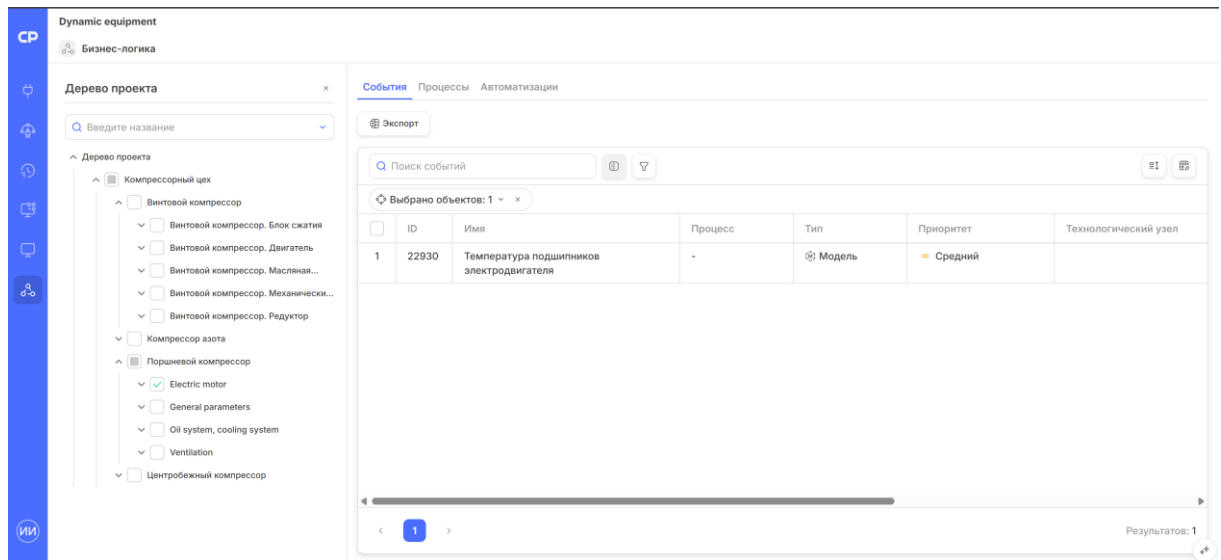

Рисунок 208. Фильтрация событий по дереву активов
- фильтрацию по дереву активов проекта при помощи менеджера данных в левой панели (Рисунок 208).